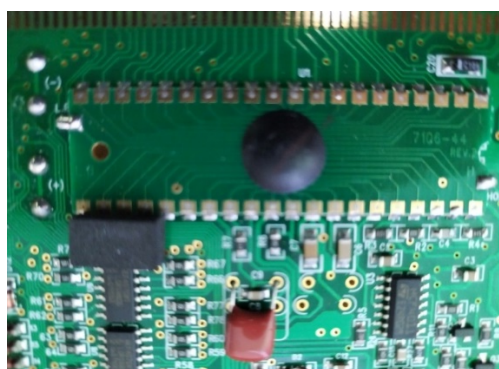

Рис.1
5. Возможность ремонта мультиметров УТВ158С рассматривалась по докладной записке ДЗ ЦЭС № 31676 от 04.06.2024 (с приложением ведомости дефектов от ЦЭС). В мультиметрах диагностирована неисправность интегральной микросхемы аналого-цифрового преобразователя (далее - ИМС АЦП). В данном корпусном исполнении (см. рис. 1, сборка ИМС АЦП без корпуса на плате с выводами, без идентификационных признаков) ИМС АЦП поставляются по заказу производителей оборудования (в данном случае фирмы-изготовителя мультиметров) и не доступны в продаже, не имеют спецификации. Замена на аналоги, имеющие корпус типа DIP не возможна из-за конструкции платы (места монтажа). Демонтаж исправных сборок с ИМС АЦП в данном исполнении с аналогичного оборудования (например, списываемого мультиметра по иным неустранимым причинам) имеющимися в наличии средствами и применяемой в работе технологией не возможен (и по опыту не успешен) из-за повреждений контактных групп сборки ИМС АЦП и дорожек основной платы при распайке выводов.